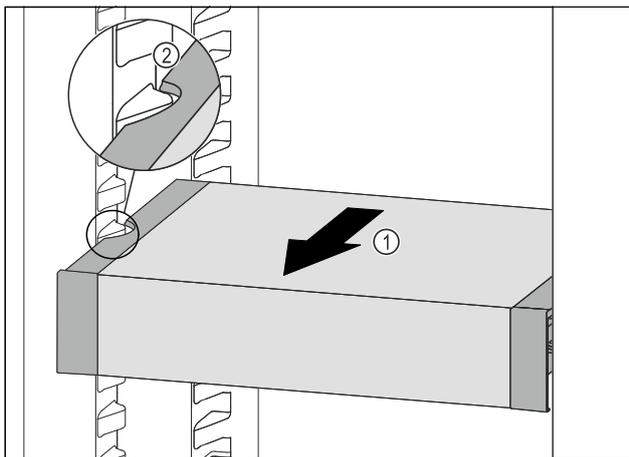

Fig. 107
- ▶ 向前拉动 VarioSafe Fig. 107 (1)，直至 VarioSafe 的侧部凹槽与冷藏区中的容器肋梁持平。 Fig. 107 (2)